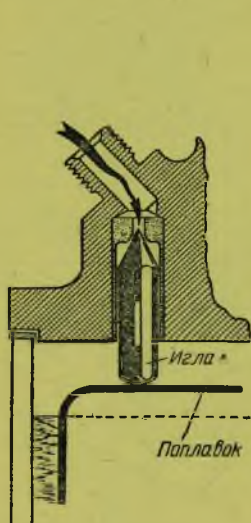

Рис. 81. Игольчатый клапан поплавковой камеры
Бензин в поплачковую камеру поступает через игольчатый клапан, показанный отдельно на рис. 81. Из поплачковой камеры через сверление (27) в жиклерную трубку (26) и, пройдя через жиклер (22) и эмульсионную камеру (21), заполняет сверления эмульсионной трубки (30), идущие к соплу (18) и двум сверлениям, сообщающимся с атмосферой через трубки (24).